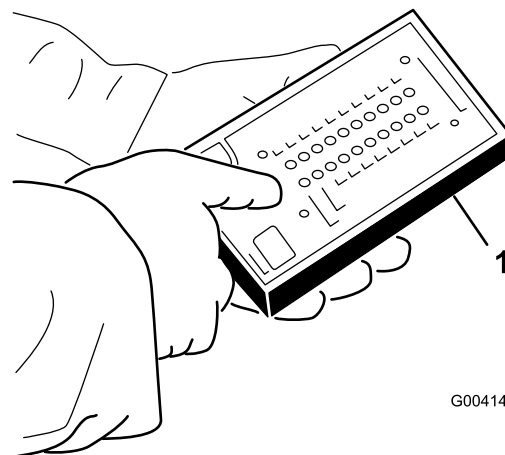

図 28
5. ハーネスのコネクタ（図 28）に ACE テスターを接続する。